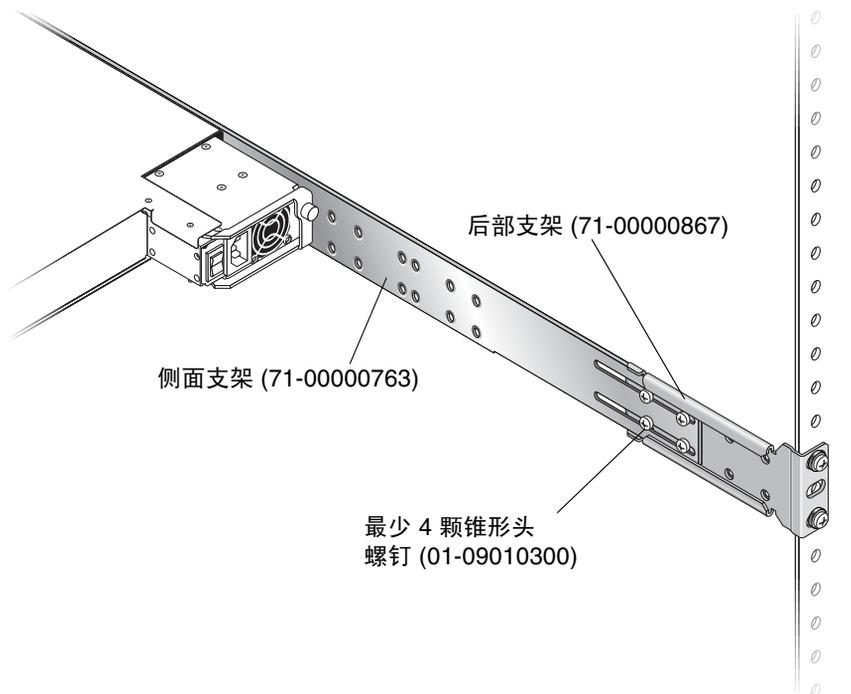

图 2-7 已组装好的后部和侧面支架示例
7. 升起机箱并将侧面支架滑到已连接到后部立柱的后部支架。（请参见图 2-7。）